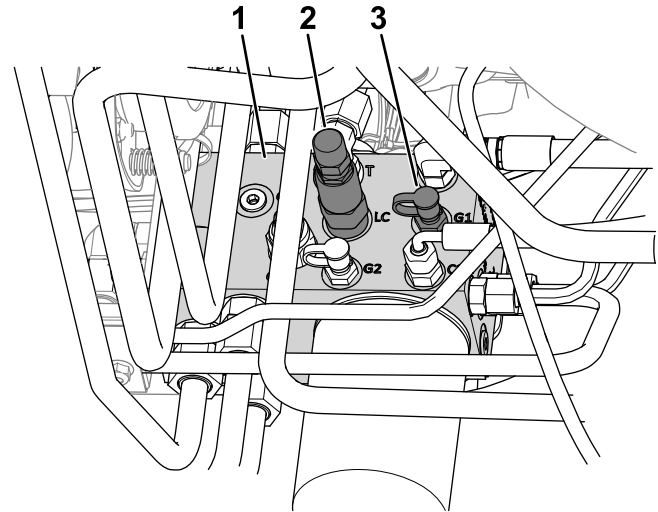

Figura 23
- Collegate un manometro alla porta diagnostica (con l'etichetta G1; fate riferimento a Figura 23).
- Cursore di trasferimento del peso (LC)
- Sul lato del collettore di sollevamento, rimuovete il cappuccio dalla porta diagnostica (con l'etichetta G1; fate riferimento a Figura 23).
- Allentate il controdado all'estremità del cursore di trasferimento peso (con l'etichetta LC; fate riferimento a Figura 23)